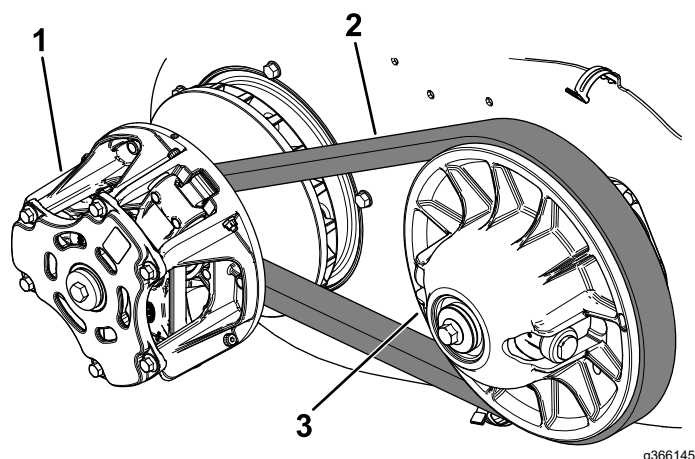

Bild 125
6. Drehen und prüfen Sie den Riemen (Bild 125) auf überdurchschnittliche Abnutzung oder Beschädigung.
7. Reinigen Sie die Kupplungen gründlich mit Druckluft von allen Verunreinigungen (Bild 125).
6. Ziehen Sie am oberen Ende des Riemens, um den Riemen aus der Sekundärkupplung zu heben, drehen Sie dann den Riemen und ziehen Sie ihn über die Sekundärkupplung (Bild 125).
7. Nehmen Sie den Riemen von der primären Kupplung (Bild 125).
8. Fluchten Sie den neuen Riemen über der primären Kupplung aus (Bild 125).
9. Drehen Sie den Riemen und verlegen ihn über die sekundäre Kupplung (Bild 125).